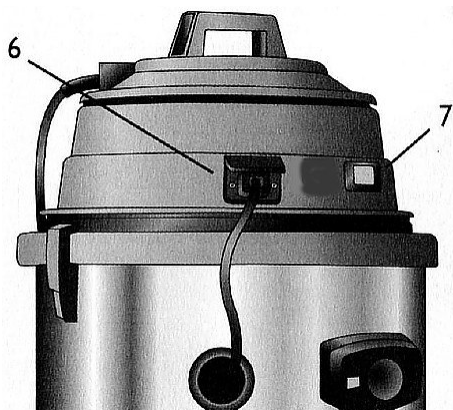

Abb. 5: Vorbereitung des Saugers
Schritt 2: Stecken Sie den Stecker der Pumpenversorgung in die Steckdose (Pos. 6, Abb. 5, bzw. Pos. C, Abb. 3) am Sauger.